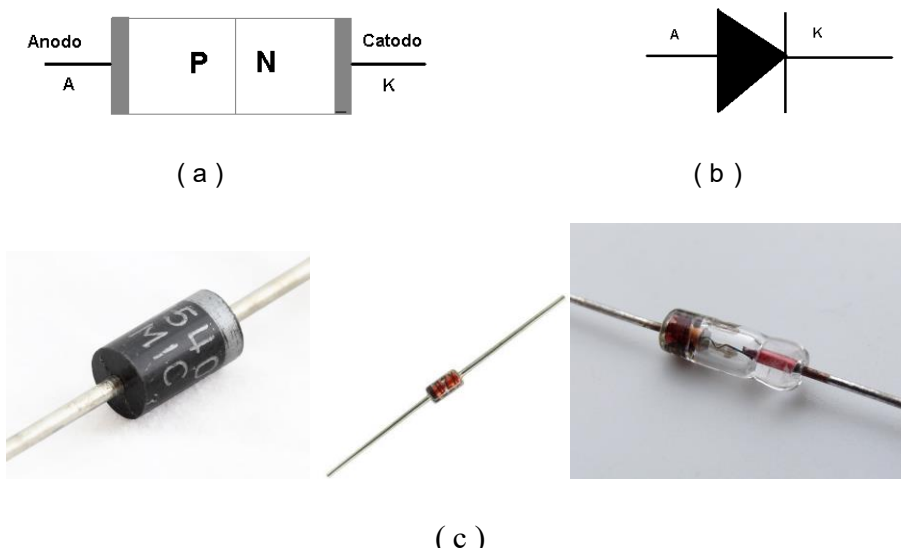

Figura 1.13: (a) Junção com terminais ôhmicos (b) símbolo do diodo de junção (c) imagens de diodos
A Figura 1.13 mostra o diodo com a indicação dos dois terminais, anodo (A) e catodo (K), o símbolo, e o diodo em polarização direta e polarização reversa bem como aspecto físico de diodos comerciais.